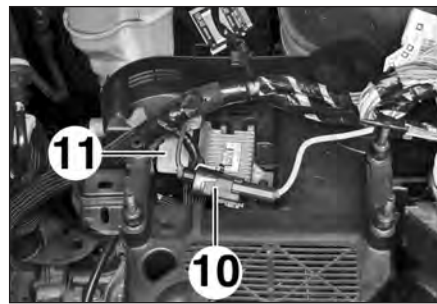

FIG.105
- les connecteurs (10) et (11) (Fig.105).